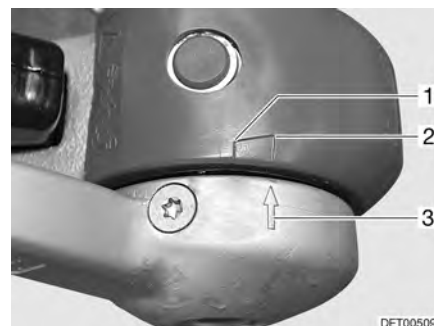

Fig. 196 Guarnizioni di attrito
- Se la freccia sul disco pressione (Fig. 196,3) si trova prima o alla superficie di marcatura (Fig. 196,2), le guarnizioni di attrito sono ancora allo stato nuovo.
- Se la freccia sul disco pressione si trova all'interno della superficie di marcatura (Fig. 196,1 a 2), le guarnizioni di attrito sono leggermente consumate.
- Se la freccia sul disco pressione si trova alla fine della superficie di marcatura (Fig. 196,1) o la supera, le guarnizioni di attrito sono consumate.